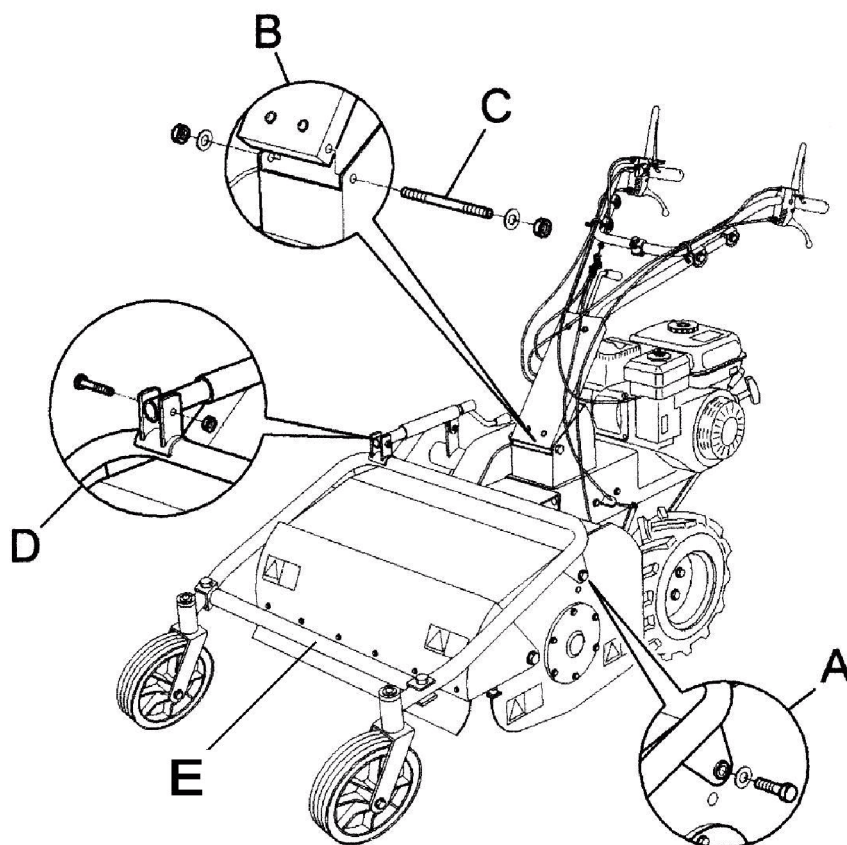

Figure 3
- Soulever le guidon et l'introduire dans le support indiqué Fig. 3 Réf. B. Ensuite, introduire le tirant (Fig. 3 Réf. C) dans les orifices appropriés et le fixer des deux côtés au moyen des vis et rondelles fournies en dotation.
- Positionner le support avec roues avant en fixant le fourreau de réglage de la hauteur (Fig. 3 Réf. D) au moyen de la vis et de la rondelle en dotation. Le fixer aussi aux deux côtés du coffre au moyen des vis, rondelles et entretoises en dotation, comme indiqué Fig. 3 Réf. A.
- Monter la barre de protection (Fig.3 réf. E) dans les orifices appropriés présents des deux côtés avant du support roues au moyen de la vis, la rondelle et l'écrou fournis en dotation.